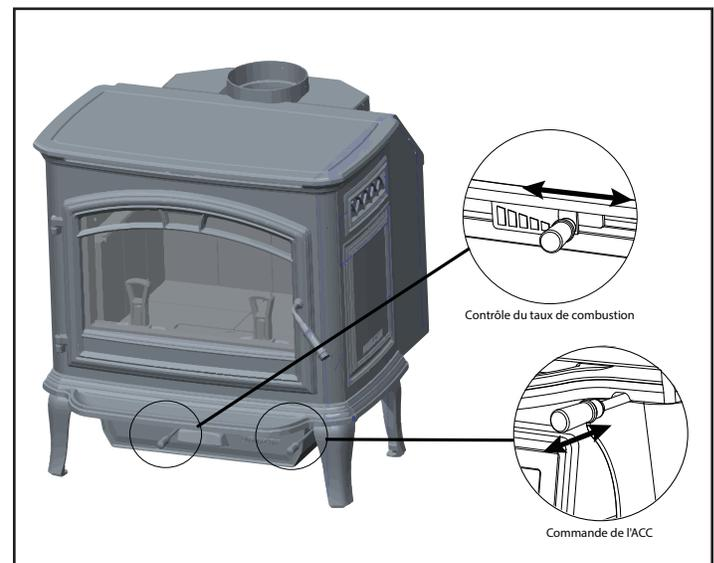

Figure 9.1
Pendant l'étape suivante de la combustion, le bois émet des gaz inflammables qui brûlent au-dessus du combustible en produisant des flammes intenses. Il est très important que les flammes ne s'éteignent pas pendant cette étape. Ceci garantira un feu aussi propre que possible. Si les flammes s'éteignent, le taux de combustion est réglé à un niveau trop bas pour entretenir la combustion. Le réglage d'air situé dans l'angle supérieur droit sert à régler le taux de combustion. On l'appelle le Contrôle du taux de combustion. **Figure 9.1**
Cette admission d'air est située en haut sur l'avant de la boîte à feu, près du bord supérieur de la porte vitrée. Cet air préchauffé fournit l'oxygène nécessaire au mélange des gaz non brûlés pour créer une deuxième, troisième et quatrième combustion. Cet air est régulé par le réglage du taux de combustion. Il existe quatre réglages : moyen, moyen-haut, moyen-bas et bas. Si la commande se déplace tout en haut, elle est sur le réglage maximum; si elle est déplacée tout en bas, elle est sur le réglage minimum. **Figure 9.1**
Le réglage de l'air d'allumage a deux fonctions principales. La première fonction est l'activation de la commande automatique de combustion. Cette fonction s'effectue en glissant la commande entièrement vers l'arrière jusqu'à l'indication « HI » de l'étiquette, puis en la ramenant vers l'avant du poêle jusqu'à la butée. Cela active la commande automatique de combustion et ouvre le passage d'air avant pour permettre à l'air d'entrer par l'avant du poêle pendant environ 25 minutes. Le passage d'air avant se ferme graduellement sur une de 25 minutes. Le feu est alors contrôlé par le contrôle du taux de combustion. Utilisez cette fonction chaque fois que vous ajoutez du bois. **Figure 9.1**
1. Ce poêle est équipé d'un temporisateur (commande automatique de combustion) qui maximise le rendement du poêle sans que le propriétaire de la maison ait besoin d'intervenir. Suivez les instructions ci-dessous pour régler l'air d'allumage et le taux de combustion. **Figure 9.1**